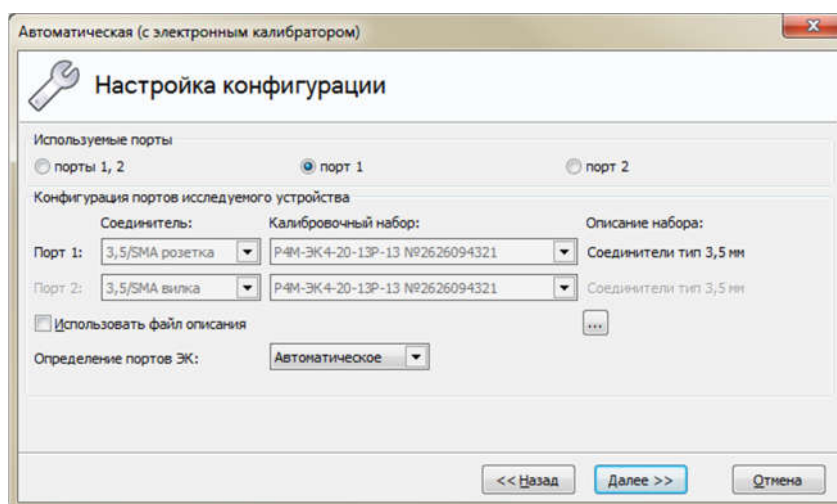

Рисунок 2.159 – Конфигурация калибровки с использованием электронного калибратора
2.3.3.10.3 После подключения к электронному калибратору и автоматического чтения файла описания калибровочных мер из его встроенной памяти следует шаг настройки конфигурации (рисунок 2.159).
При установке флажка «Использовать файл описания» (рисунок 2.159) откроется диалоговое окно открытия файла с альтернативным описанием мер электронного калибратора.